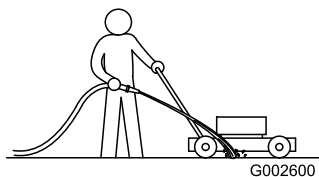

Figure 40
1. Mettez le moteur en marche lorsque la tondeuse se trouve sur une surface revêtue plane et dirigez un jet d'eau devant la roue arrière **droite** (Figure 40).